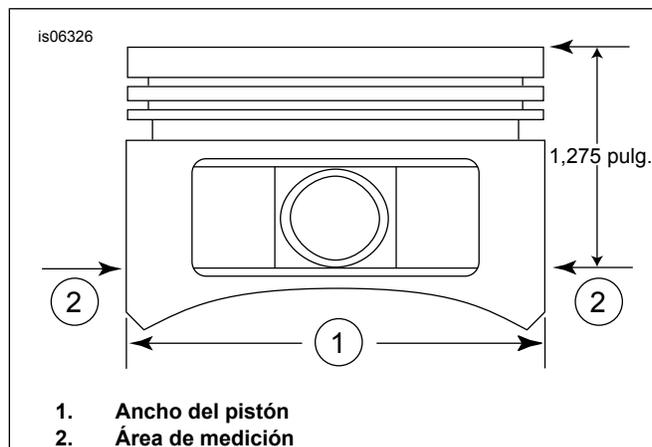

Figura 2. Medidas del pistón
5. Vea la Figura 2. Mida el ancho del pistón (1), a 90 grados en sentido horizontal desde ambos lados del agujero del pasador del pistón y 32,385 mm (1,275 pulg.) hacia abajo desde la superficie superior del pistón (2). Vea la Tabla 5 para saber cuál es el ajuste del pistón al cilindro en esta ubicación.